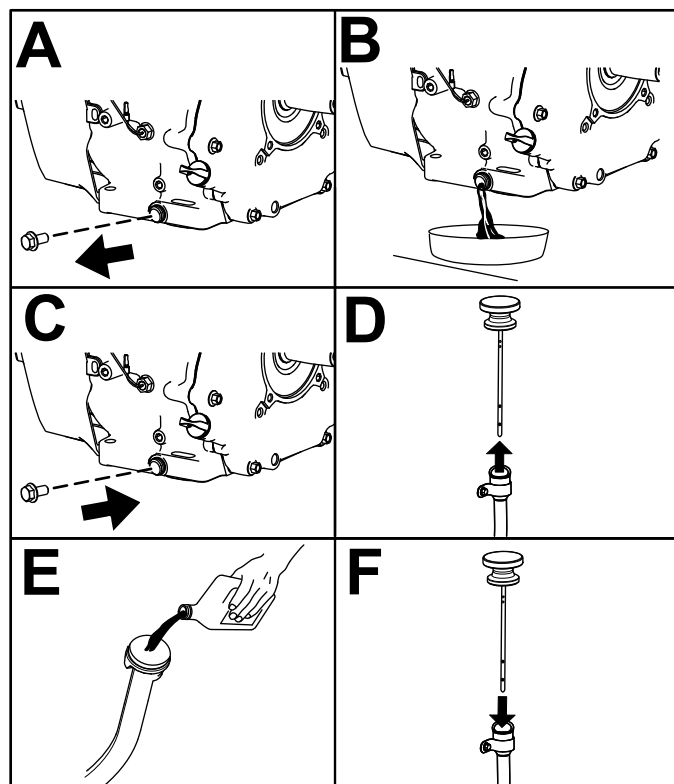

Figura 42
6. Substitua o óleo do motor como se mostra na Figura 42.